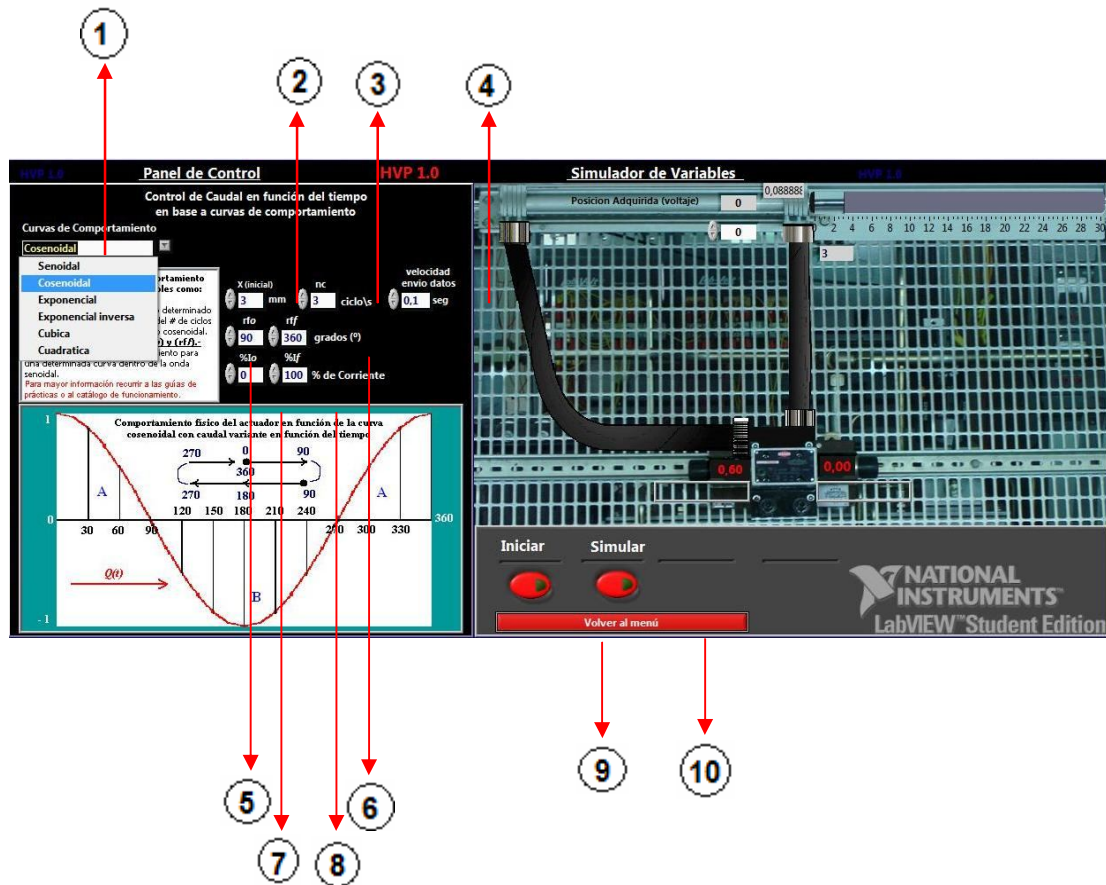

Figura 4.6 Pantalla Caudal (ft)
**Circuito Entrada Análoga.-** En el circuito de la figura 4.6 podremos observar el circuito principal de las entradas análogas, este comprende de un MUX, que es un multiplexor que enruta un canal AI hacia un PGA, que es un amplificador de ganancia programable que proporciona ganancias de entrada de 1, 2, 4, 5, 8, 10, 16, o 20 cuando se lo configura en medidas en modo diferencial y tiene una ganancia de 1 cuando se lo configura en modo simple. La ganancia del PGA se calcula automáticamente en base al rango de voltaje seleccionado en la medida de aplicación. Luego pasamos por ADC, que es un conversor análogo a digital, su principal función es digitalizar la AI para convertir el de voltaje análogo de entrada en un código digital.